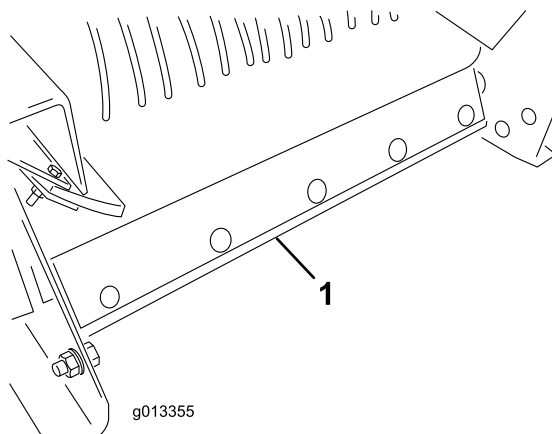

Figura 56
5. Desmonte el conjunto del rascador de limpieza de la cinta de la parte trasera de la máquina (Figura 56).